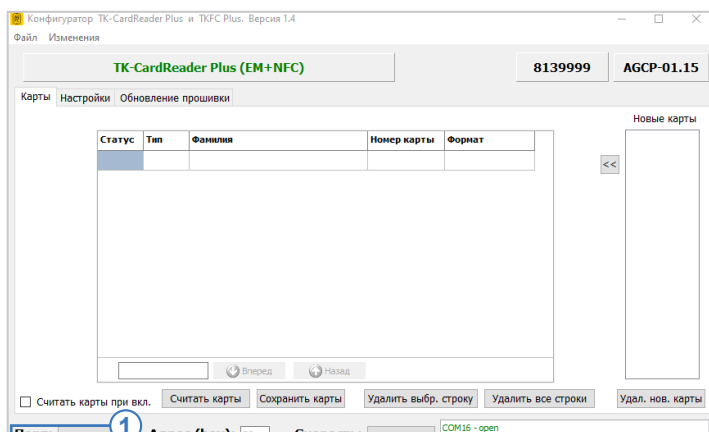

Рис.14. Поиск по адресам от F0 до F7
- в конфигураторе выбрать COM-порт к которому подключен считыватель (**Рис.14, п.1**). Посмотреть порт устройства можно в Диспетчере устройств системы;
- настроить формат передачи. По умолчанию – 8-N-1 (**Рис.14, п.2**);
- выбрать диапазон адресов считывателей – Поиск по адресам F0...F7 (**Рис.14, п.3**);